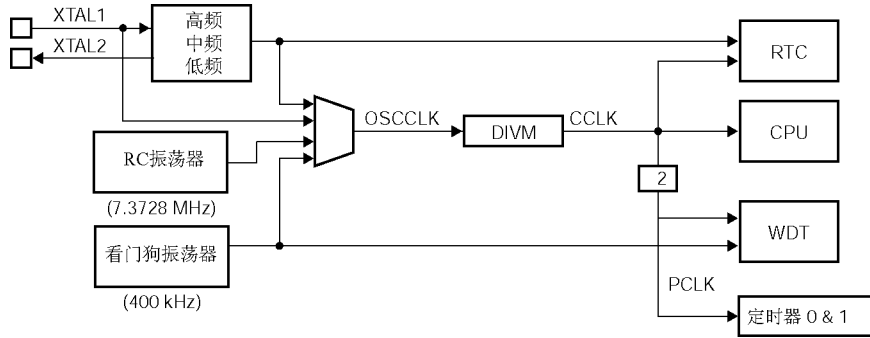

图 12 振荡器控制框图 (P89LPC901)
- OSCCLK—输入到 DIVM 分频器的时钟。OSCCLK 可选择 4 个时钟源之一（见图 12,13 和 14），也可降低到较低的频率（见 9.7 节“CPU 时钟（CCLK）时钟调整：DIVM 寄存器”）。